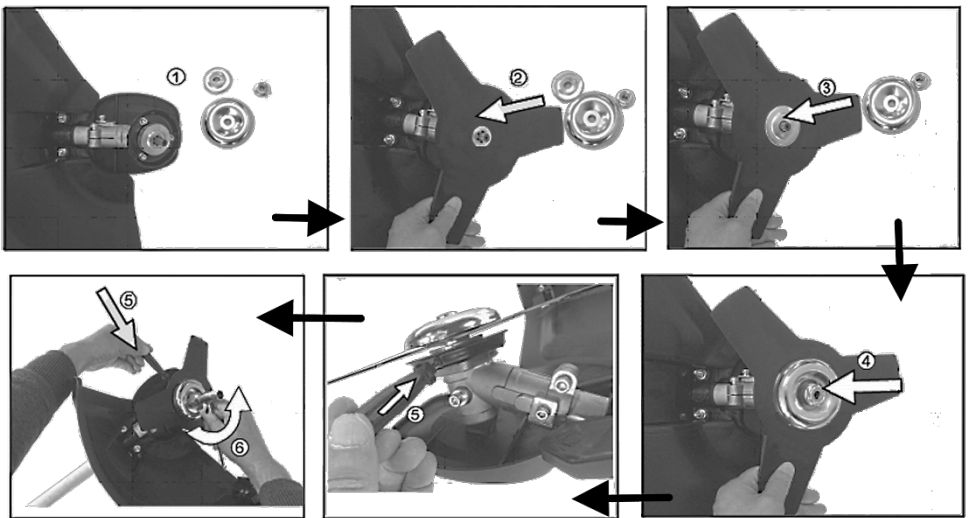

Рисунок 5
3.5 Встановлення ріжучого ножа (рисунок 5)